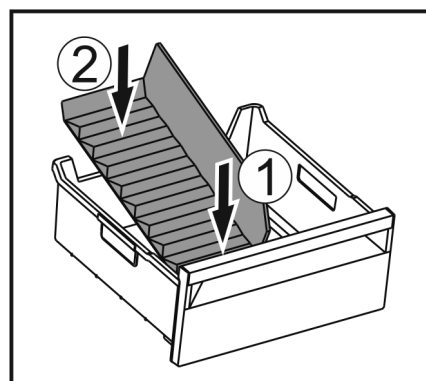

Fig. 152
- Vorderen Teil des Eisfach-Trenners einsetzen. Fig. 152 (1)
- Hinteren Teil des Eisfach-Trenners bis zum Schubfachboden absenken. Fig. 152 (2)